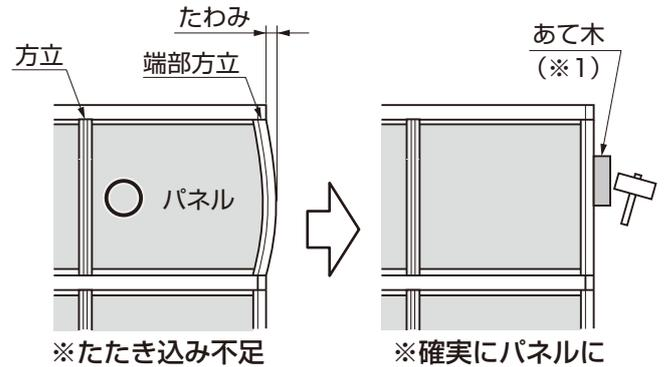

図6-3 パネルのたたき込み
- パネル組付け後、○で囲まれたあたりを強く押してパネルが抜けないことを確認してください。はめ込みが不十分な場合は、調整してください。(図6-3参照)